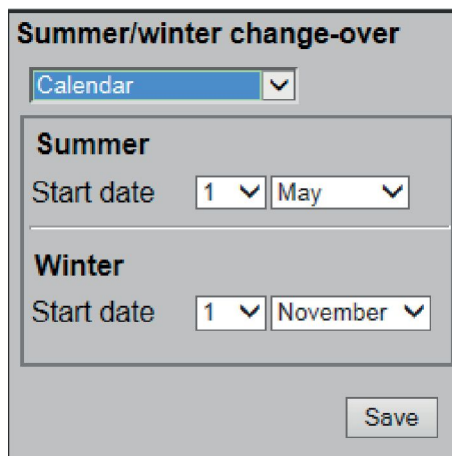

Рис. 38: Календарь
4. ▶ При выборе типа управления «Календарь» также необходимо установить дату начала лета и дату начала зимы (Рис. 38).